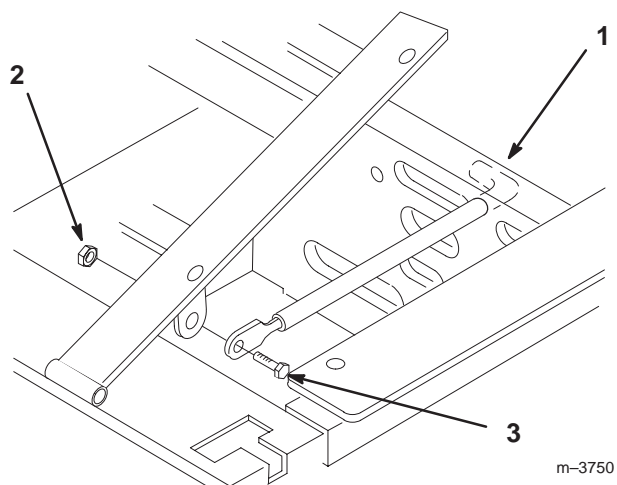

Figure 3
- Basculez le siège en avant. Enlevez le contre-écrou (5/16") qui est vissé sur le boulon fixant la tige sur l'armature du siège (Fig. 3).
- Retirez la tige du siège et insérez l'extrémité en L dans le trou situé juste au-dessus du côté gauche de la pompe hydraulique (Fig. 3).
- Placez la tige de maintien du siège à l'extérieur de la patte de montage de l'armature du siège et fixez-la en place à l'aide d'un boulon (5/16 x 1") et d'un contre-écrou (5/16") (Fig. 3).